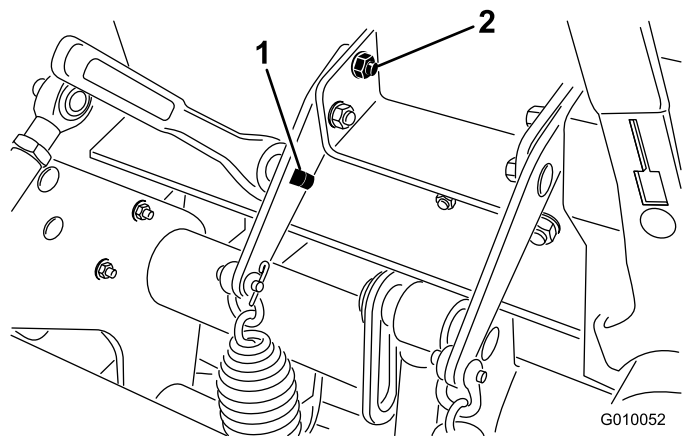

Figura 30
3. Introduzca una llave de carraca de 1/2 pulgada en el taladro cuadrado del soporte del muelle (Figura 30).